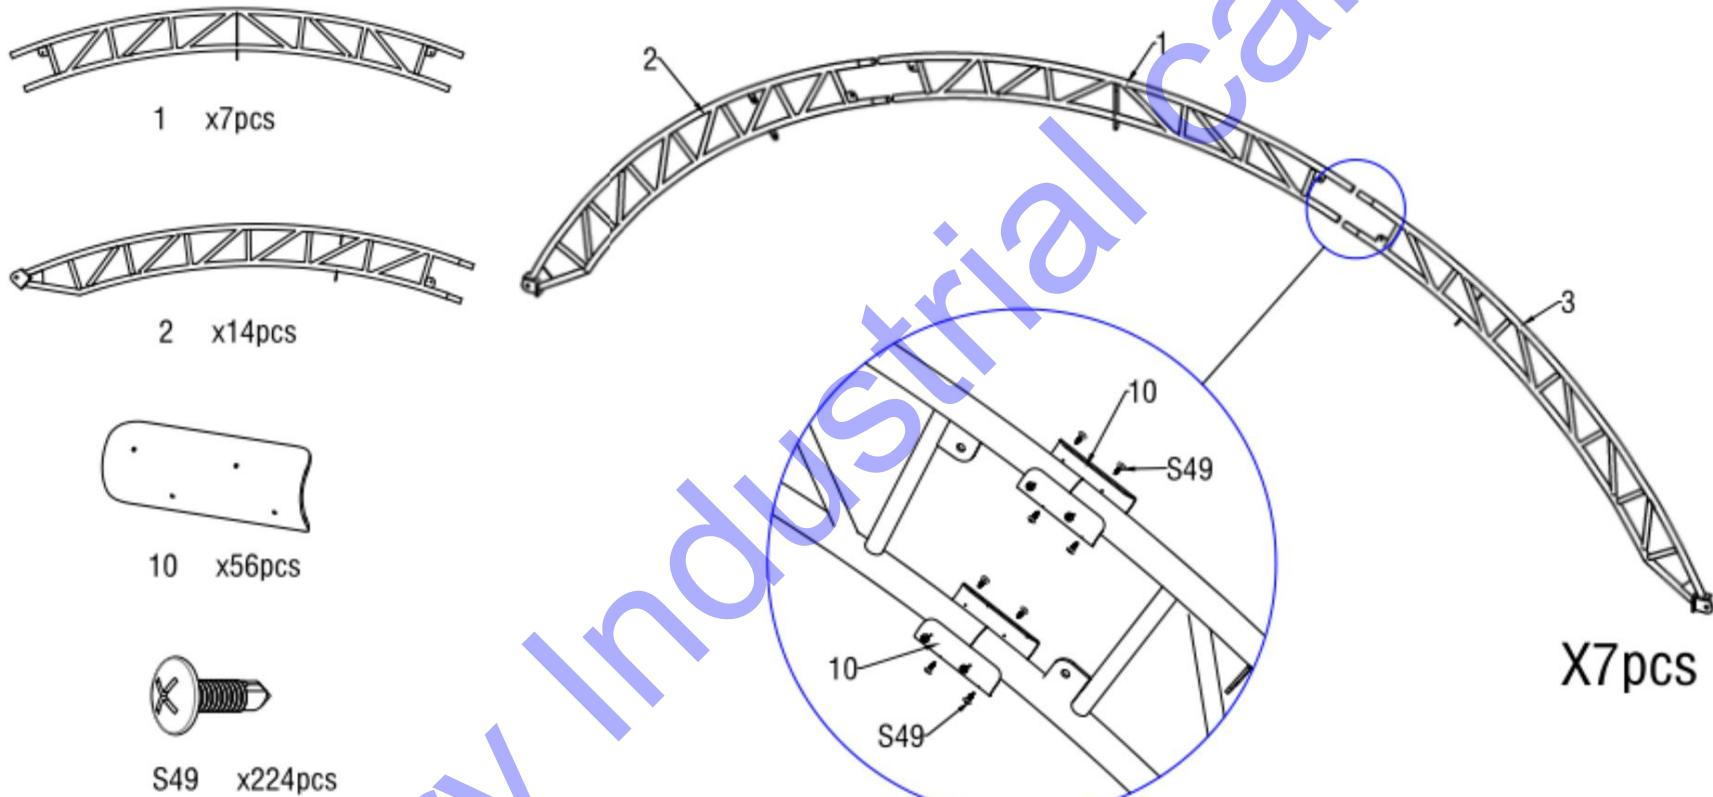

Figure 2
2.1 Comme le montre la figure 2, trouvez un tube courbé central, un tube courbé inférieur et assemblez ces arches avec la vis M4x16mm (pièce n° S49) et la pièce de serrage (pièce n° 10) pour créer le premier groupe d'arches.